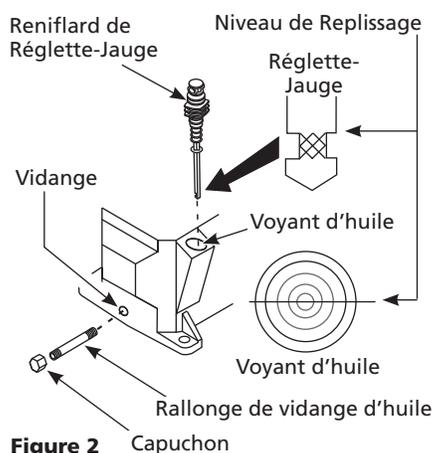

Figure 2
Quelques modèles sont compris d'un rallonge de vidange d'huile et d'un capuchon (Situé avec le manuel de l'utilisateur). Monter le rallonge de vidange d'huile et le capuchon avant d'ajouter de l'huile à la pompe. Pour éviter des fuites d'huile, il est hautement recommandé d'appliquer le ruban d'étanchéité de filetage de PTFE, ou l'enduit d'étanchéité de filets, aux filets sur chaque extrémité de l'extension de drainage de l'huile. Visser le capuchon à un bout du rallonge. Enlever le bouchon de vidange d'huile de la pompe et poser le rallonge de vidange d'huile (Voir Figure 2).
**NOTE:** Si votre modèle est doté d'un voyan d'huile, ajoutez l'huile au centre. (Voir la Figure 2).
## DÉMARRAGE (VOIR FIGURE 2)